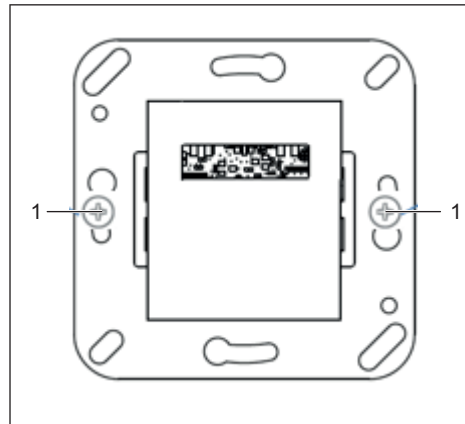

Fig. 16: Monter le lecteur WRU 220 dans le boîtier d'interrupteur
3. Monter le lecteur dans le boîtier d'interrupteur pré-installé (Fig. 16).